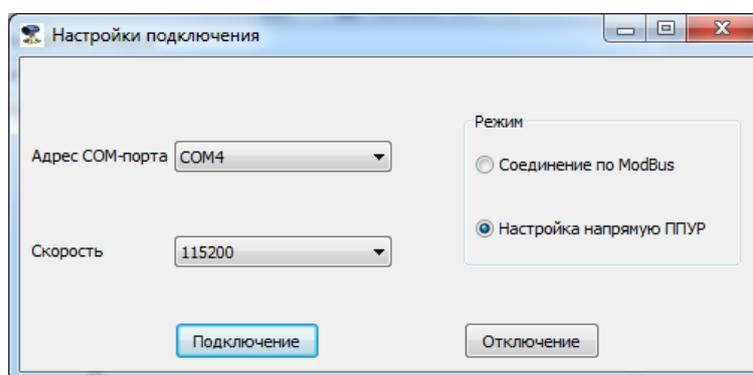

Рис.22. Установка связи с ППУР.
5.7.1. Для точной юстировки уровнемера на месте монтажа используется раздел программы «Монитор Взлет РУ», позволяющий связаться напрямую с ППУР по интерфейсу RS-485. Для этого в окне «Настройки подключения» (рис.22) необходимо установить флажок в строке «Настройка напрямую ППУР» области «Режим» и нажать кнопку «Подключение». Необходимые параметры связи устанавливаются автоматически.